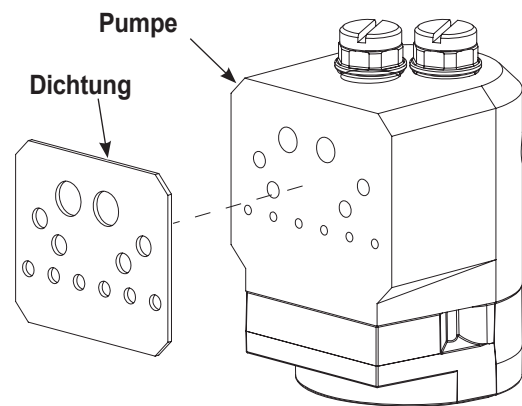

Abbildung 27 Ersetzen der Pumpendichtung
1. Siehe Abbildung 27. Pumpendichtung von der Pumpe entfernen.